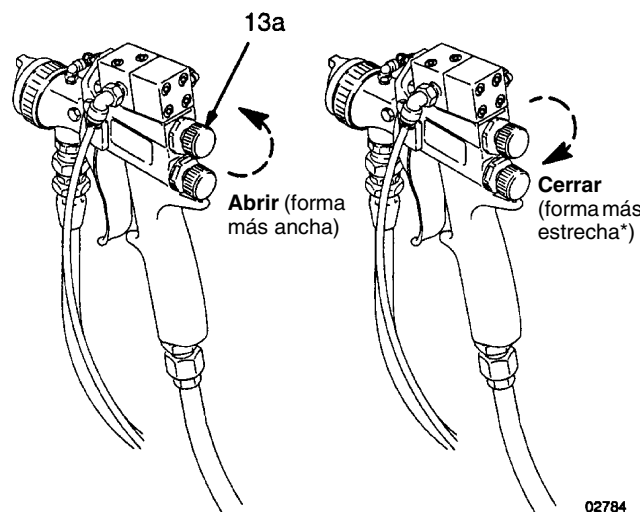

Fig. 12
- E. Abrir la válvula de regulación de la forma (13a) girándola completamente en el sentido antihorario. Ver Fig. 12.